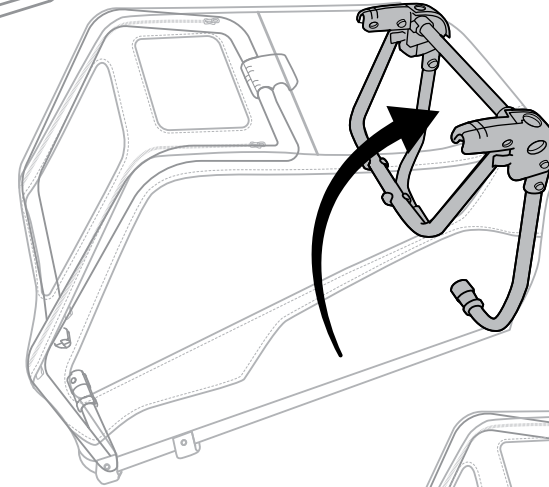

Figura 2
2. Gire el tubo del cuadro trasero hacia la parte posterior del remolque (Figura 2).